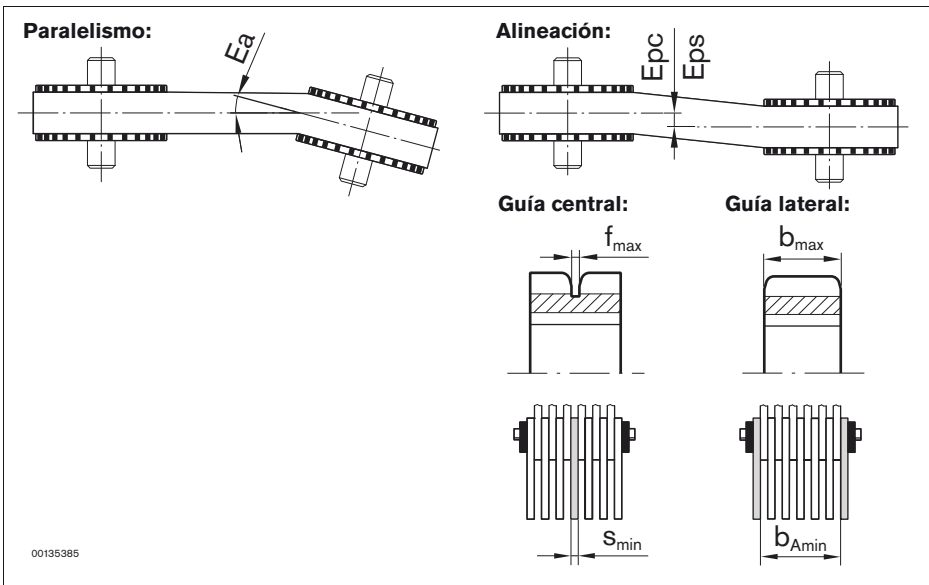

Fig. 8: Montaje correcto de las ruedas de cadena dentada
- Las ruedas de cadena dentada deben estar en paralelo entre sí (véase la Fig. 8).
- Las ruedas de cadena dentada deben estar alineadas (véase la Fig. 8).